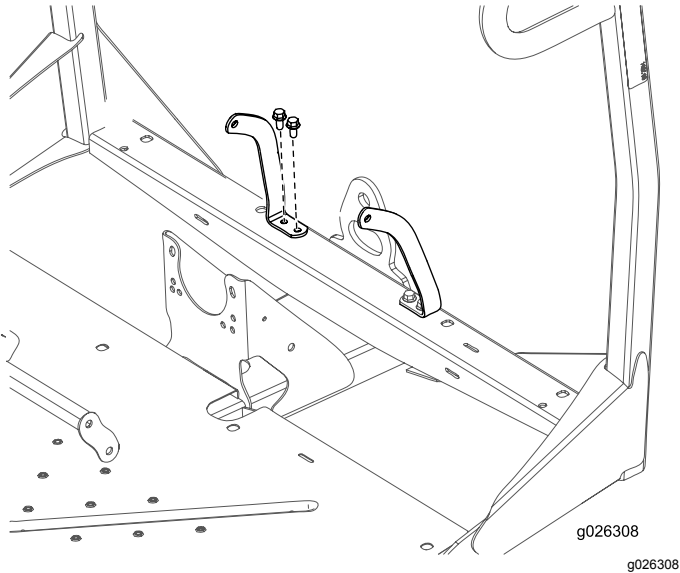

Figura 9
- Fissate l'ancoraggio sinistro e destro della cintura di sicurezza al telaio anteriore con 4 bulloni (3/8" x 3/4") e 4 dadi (3/8"), come illustrato in **Figura 9**.